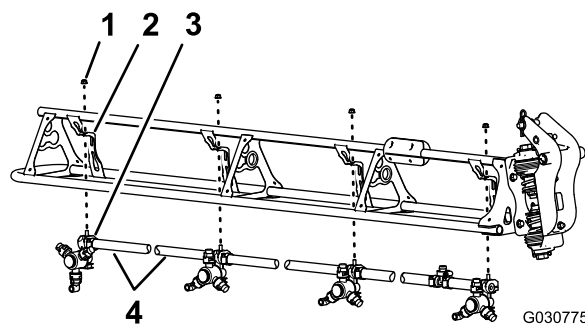

Figura 132
1. Tagliate il flessibile tra i 2 ugelli dell'irroratrice (Figura 132).
2. Rimuovete il dado di bloccaggio flangiato (5/16") che fissa l'ugello dell'irroratrice al supporto dell'ugello (Figura 132).